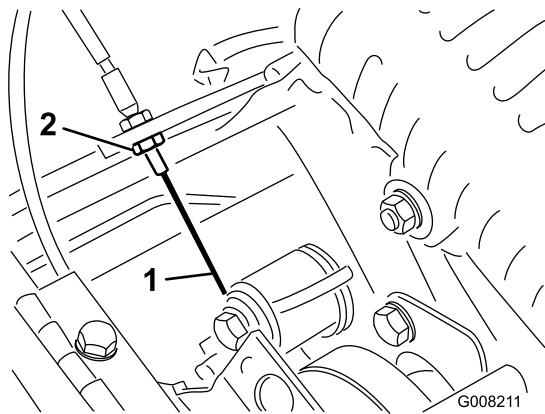

Figura 36
3. Para aumentar a tensão do cabo, desaperte a porca de bloqueio do cabo dianteiro e aperte a porca de bloqueio do cabo traseiro (Figura 36) até que seja obtida uma força de 3,2 a 4,1 kg, de maneira a que se possa engatar o controlo de tracção. Meça a força no botão de controlo.